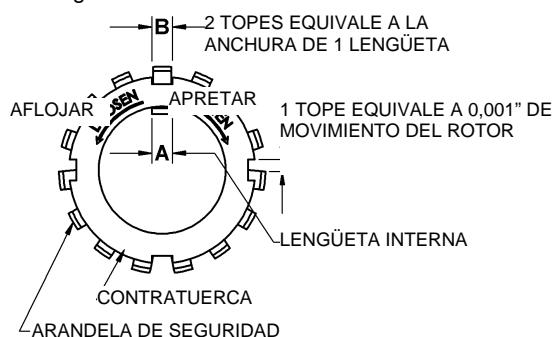

Figura 7 - Ajuste de la contratuerca
13. Instale el cabezal saliente (20), el sello mecánico (153) y el rodamiento (24) de acuerdo con las instrucciones de los pasos 6 a 11.
14. Gire el eje a mano para engranar las lengüetas de inserción del sello mecánico, y para determinar la existencia de atascamiento o zonas estrechas. Si el rotor no gira libremente, golpee ligeramente los bordes de los cabezales con un mazo de cara blanda hasta encontrarse la posición correcta. Instale todos los tornillos prisioneros restantes (21) para cada cabezal (20) y apriete uniformemente a 30 lbs pies (40,7 Nm).
Es importante que instalar y ajustar correctamente las contratuercas (24A) y las arandelas de seguridad (24B) del rodamiento. Un sobreapriete de las contratuercas puede provocar fallos en los rodamientos o una lengüeta rota en la arandela de seguridad. Las contratuercas flojas permitirán que el rotor se desplace contra los discos (71), causando desgaste. Consulte la figura 7.